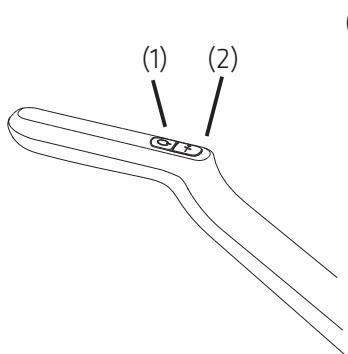

Fig. 4-1a
Apparatet har to knapper, en tænd/sluk-knap (1) og en skifteknap (2) (se fig. 4-1a).